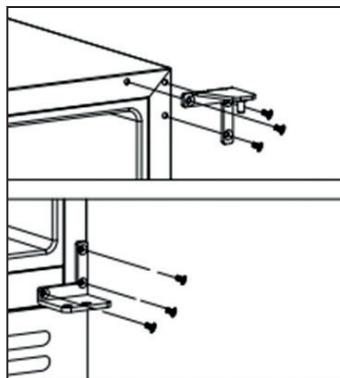

Рис. 3
- Открутите верхнюю правую петлю ④ и правую нижнюю петлю ② от корпуса ⑥ и сохраните их на случай, если в будущем вы захотите вернуть левую открывающуюся дверь (Рис. 3).